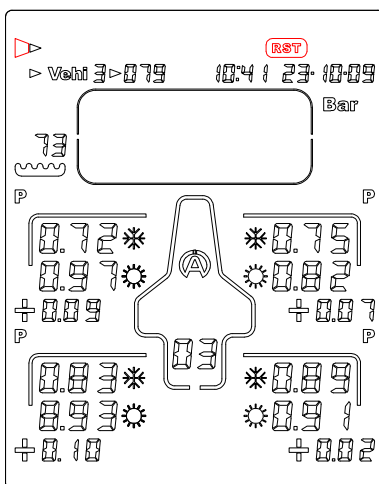

Figure 14
- 1) A l'aide des boutons , sélectionnez l'icône « **RST** » (figure 14)